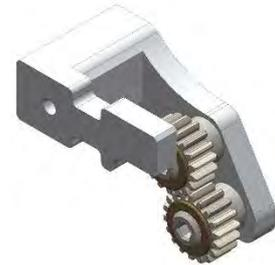

Abbildung 29
- 1401.200-009 → Modul mit zwei Zahnradern zur Drehung gegen den Uhrzeigersinn. Abb.29.